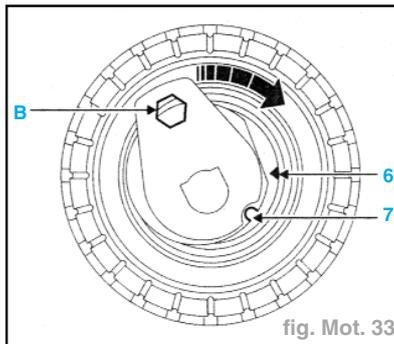

fig. Mot. 33
- Aligner les repères (6) et (7) si nécessaire, en desserrant d'un tour maximum l'écrou du galet tendeur tout en le maintenant à l'aide d'une clé six pans de **6 mm**. Puis serrer définitivement l'écrou au couple de **2,8 daN.m** (fig. Mot. 33).
- Aligner les repères (6) et (7) du galet tendeur à l'aide d'une clé six pans de **6 mm** (fig. Mot. 33).